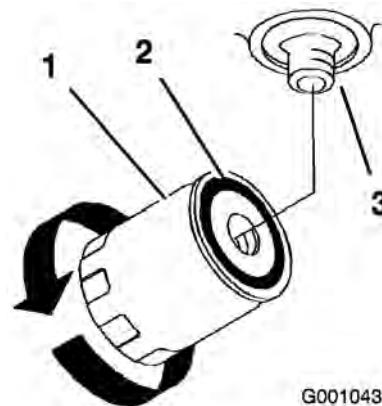

Figure 57
4. Appliquez une fine couche d'huile propre sur le joint en caoutchouc du filtre de rechange (Figure 57).
l'adaptateur du filtre. Serrez ensuite le filtre de 1/2 tour supplémentaire (Figure 57).